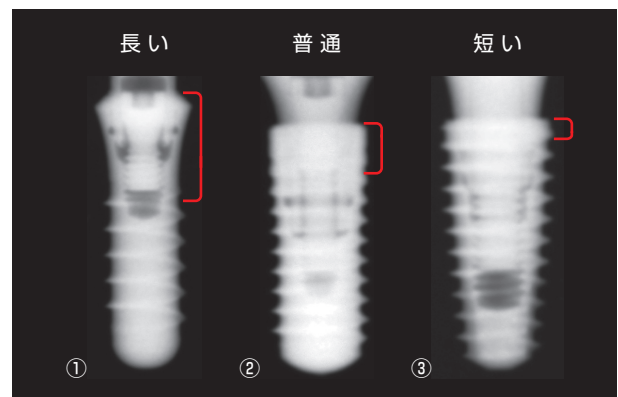

図6 プラットフォームから1st スレッドまでの長さ
- ・プラットフォームから1st スレッドまでの長さ (図6)